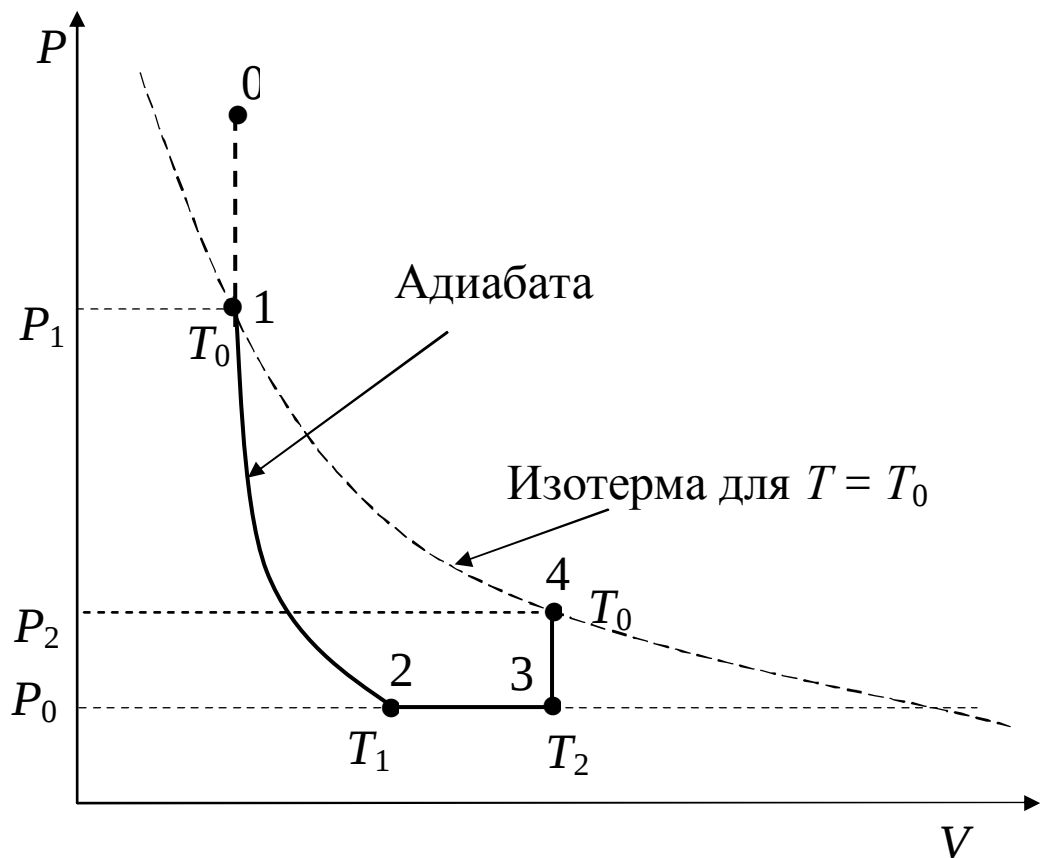

Рис. 2. График изопроцессов, реализующихся в ходе выполнения лабораторной работы
После нагнетания компрессором воздуха в сосуде устанавливается некоторое давление P_1 . Так как при сжатии воздух нагревается, то температура воздуха в баллоне после накачивания становится выше комнатной T_0 . Происходит изохорический процесс 0-1 (рис. 2) остывания воздуха при постоянном объеме. При этом давление воздуха в баллоне падает. Этот процесс сопровождается
уменьшением разности уровней жидкости в коленях манометра. Стабилизация разности уровней жидкости в коленях манометра указывает на то, что температура воздуха в баллоне достигла комнатной температуры T_0 (точка 1 на рис. 2). В результате в баллоне устанавливается давление, превышающее атмосферное давление P_0 на величину ΔP , пропорциональную разности уровней жидкости в коленях манометра. При нажатии на рычаг клапана сосуд сообщается с атмосферой, и воздух адиабатически расширяется (процесс 1-2 на рис. 2). Выражение (4), описывающее этот процесс, сначала прологарифмируем, затем продифференцируем:
Как отмечалось, выравнивание давления при открытии сосуда происходит за доли секунды. Клапан же остается открытым в течение более длительного времени. За это время за счет теплообмена воздух будет нагреваться, что приведет к дальнейшему расширению (процесс 2-3 на рис. 2). Расширение будет изобарическим, так как давление остается равным атмосферному.
После закрытия клапана воздух в сосуде начнет изохорически нагреваться за счет теплообмена через стенки сосуда (процесс 3-4 на рис. 2). Полагая в уравнении Менделеева-Клапейрона